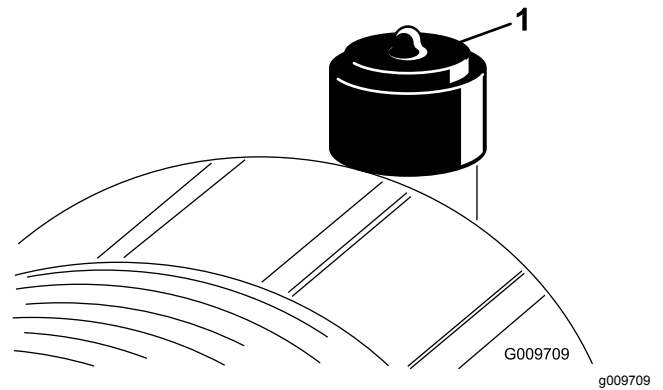

Bild 88
Warten Sie den Luftfilter nur, wenn dies von der Kundendienstanzeige angegeben wird (Bild 88). Das frühzeitige Auswechseln des Luftfilters erhöht nur die Gefahr, dass Schmutz in den Motor gelangt, wenn Sie den Filter entfernen.
2. Stellen Sie die Anzeige (Bild 88) zurück, wenn sie auf Rot steht.